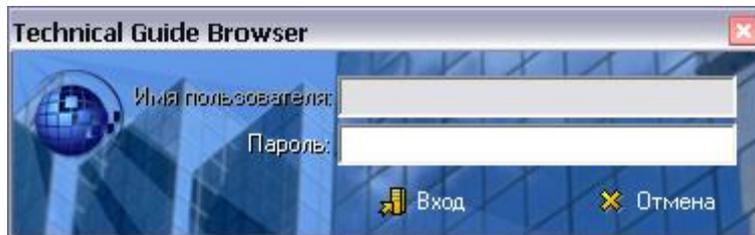

Рис. 193
2. Запустите файл утилиты *TGPubAccess.exe*. После этого откроется окно входа в утилиту (Рис. 193).